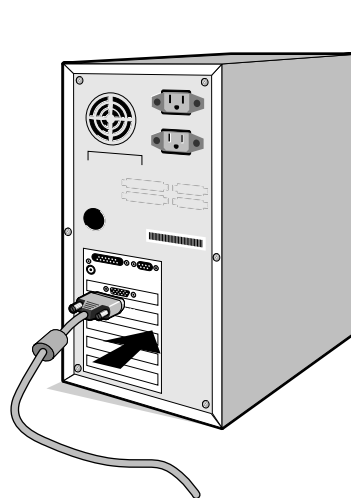

Figure A.1
3. **Pour PC :** Branchez le mini-connecteur D-SUB à 15 broches du câble vidéo approprié sur le connecteur de la carte vidéo de votre ordinateur (**Figure A.1**). Serrez toutes les vis.